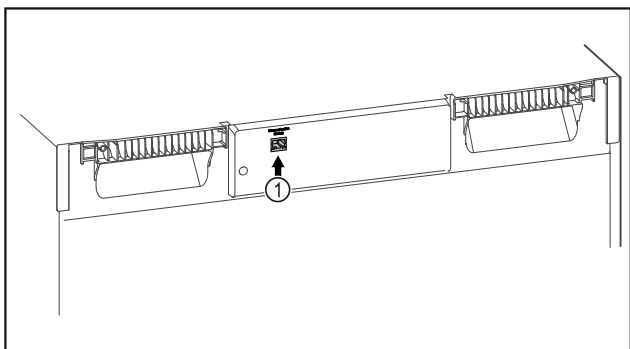

Fig. 103
- SmartModule Fig. 103 (1) se rabi.